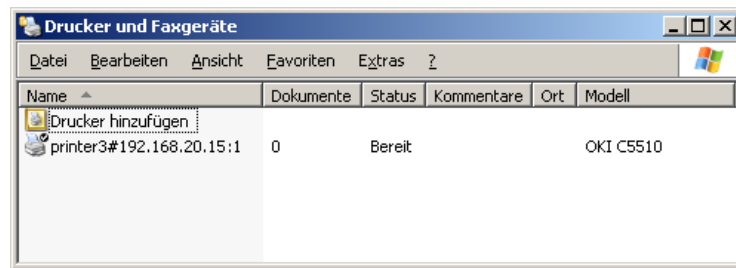

Bild 17 Drucker, dessen Druckaufträge vom .print Client Linux an ein LPD-Gerät weitergeleitet werden
- Legen Sie einen .print-Drucker an. Dieser muss in seinem Namen die Adresse des Linux-Clients enthalten. Wählen Sie hierzu im Ordner DRUCKER UND FAXGERÄTE: DRUCKER HINZUFÜGEN (Bild 17), und weisen Sie hierbei einen ThinPrint-Port zu, der als Druckprotokoll TCP/IP verwendet (z.B. ThinPort:).